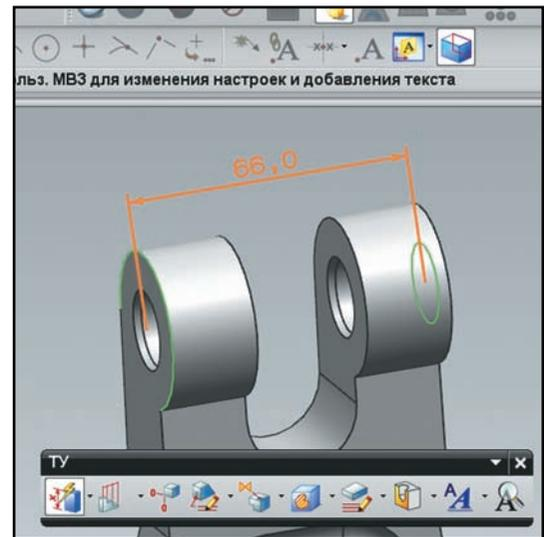

Рисунок 9.28. Простановка размера.
- Включив режим привязки к центру окружности, выберите два круглых ребра на модели и расположите размер (рис. 9.28).